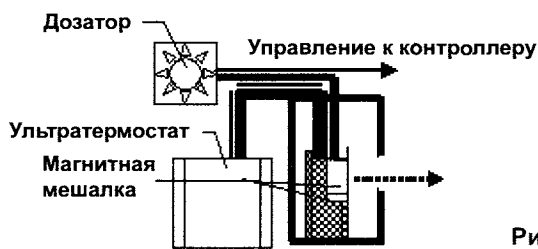

Рис. 3
3. Люминометра — для исследования процессов аккумуляции и трансформации энергии в биологических системах, например, для измерения сверхнизких концентрации АТФ (аденозинтрифосфат) — (основан на реакции окисления люциферина с ферментом люциферазой в присутствии АТФ и кислорода, сопровождающейся выделением квантов света строго пропорционально концентрации АТФ). ФИ — поворачивающийся светонепроницаемый стакан, в котором смонтирована герметическая термостатируемая стеклянная кювета со штуцерами ввода пробы и других ингредиентов с помощью автоматического дозатора, управляемого контроллером (рис. 3);